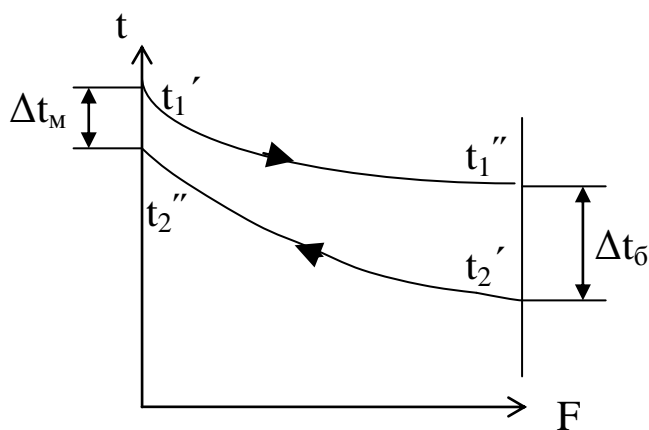

Рис.5. Схема распределения температур вдоль поверхности теплообмена при противотоке
5) Средняя разность температур,  $\Delta t_{cp}$ , рис.5.